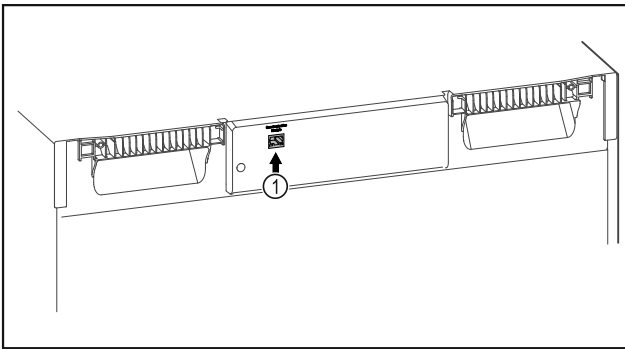

Fig. 88
- SmartModule Fig. 88 (1) se rabi.